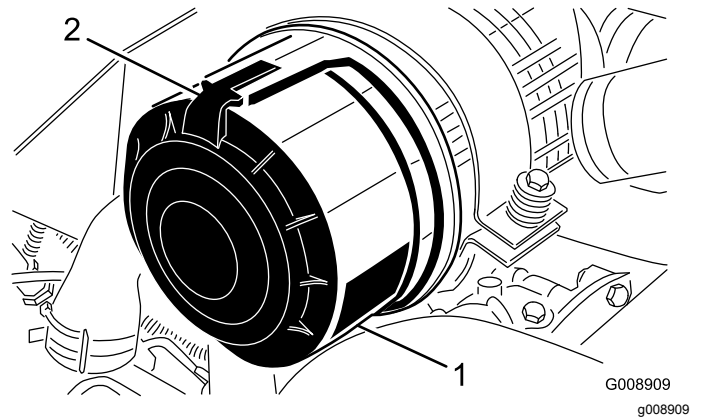

Bild 88
1. Lösen Sie die Riegel, mit denen die Abdeckung des Luftfilters am Luftfiltergehäuse befestigt ist (Bild 88).